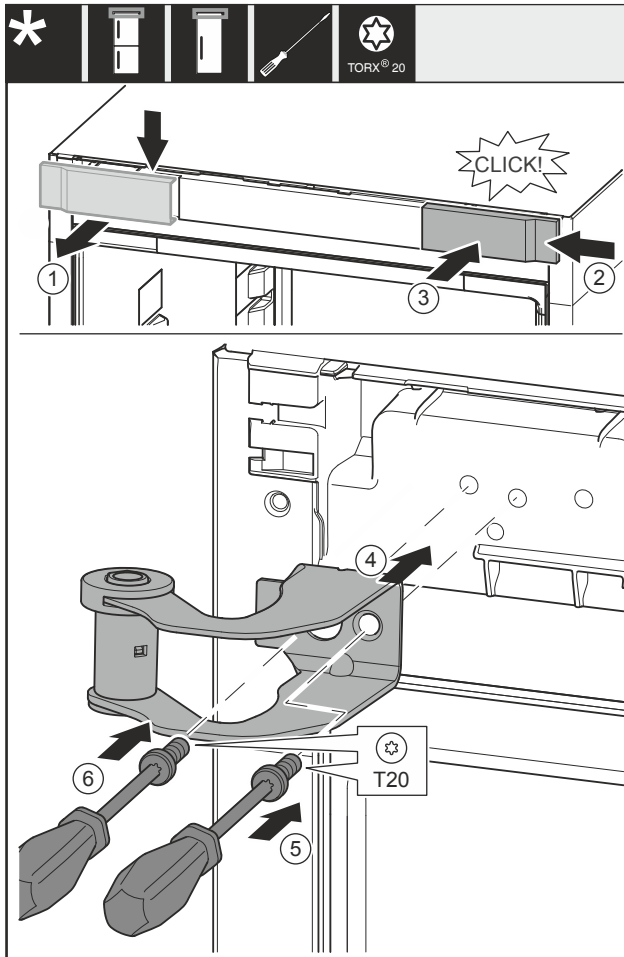

Fig. 17
- Abdeckung Fig. 17 (1) von oben nach vorne abnehmen.
- Abdeckung Fig. 17 (2) um 180° gedreht auf der anderen Seite von rechts einhängen.
- Abdeckung Fig. 17 (3) einrasten.
- Oberen Lagerbock Fig. 17 (4) ansetzen.
- Schraube Fig. 17 (5) festdrehen.
- Schraube Fig. 17 (6) festdrehen.